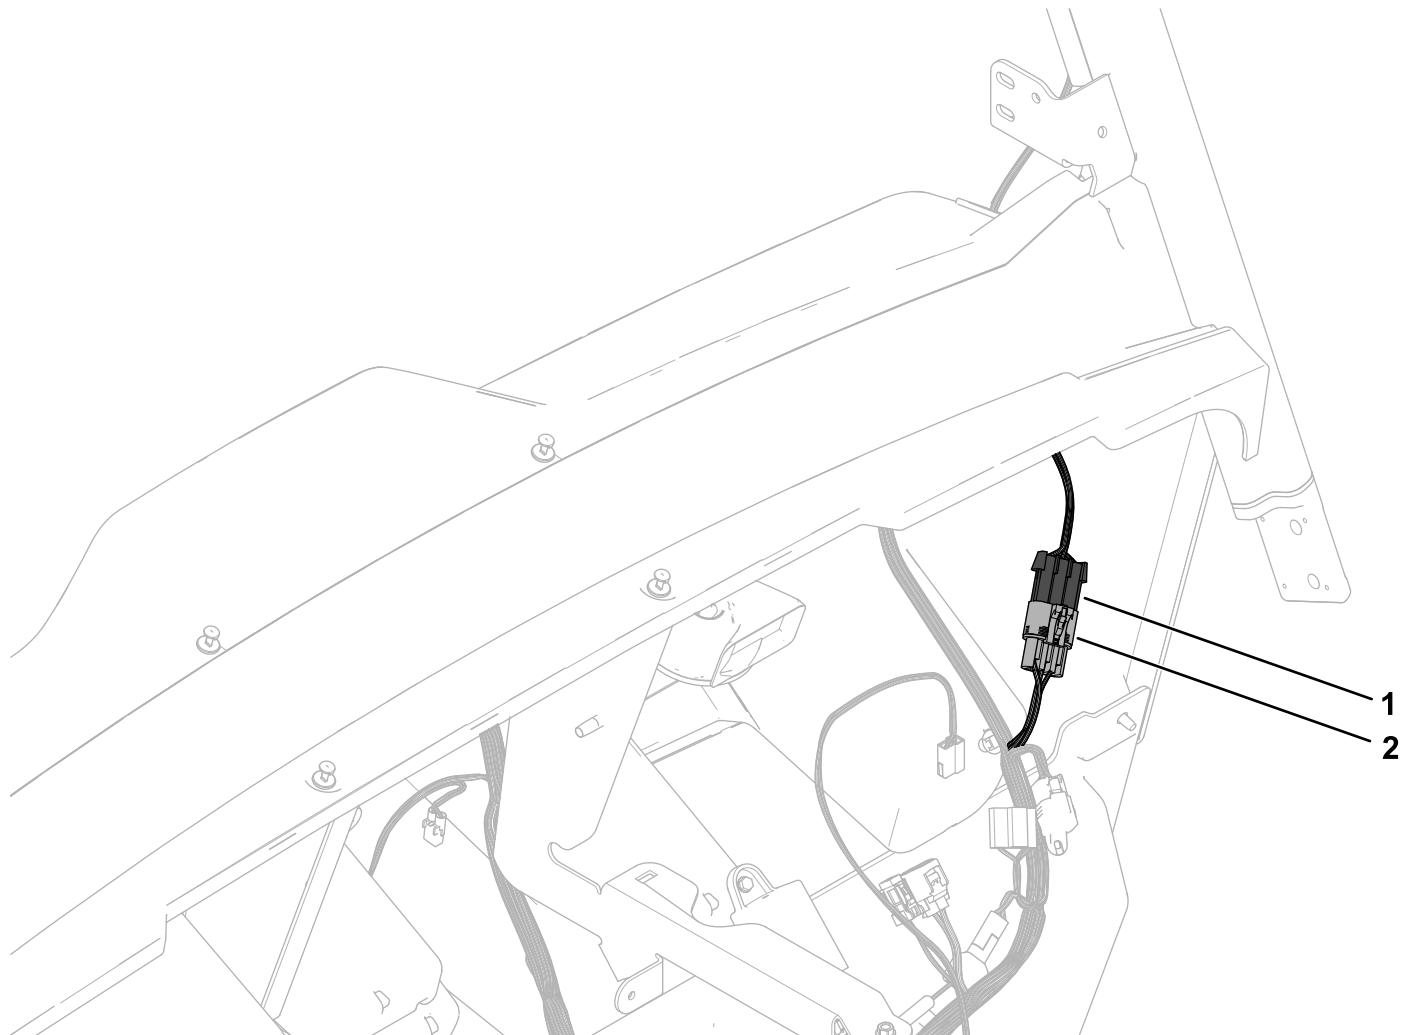

Figura 14
8. Collegate il connettore del cablaggio del kit al connettore del cablaggio della macchina etichettato CAB INTERFACE (Figura 14).